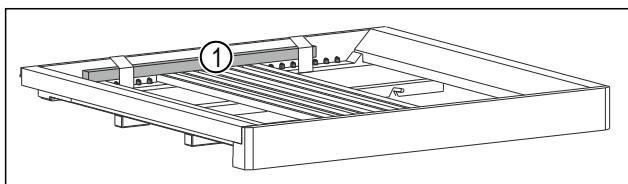

Fig. 3 *
- ▶ Îndepărtați bara de lemn Fig. 3 (1)*.